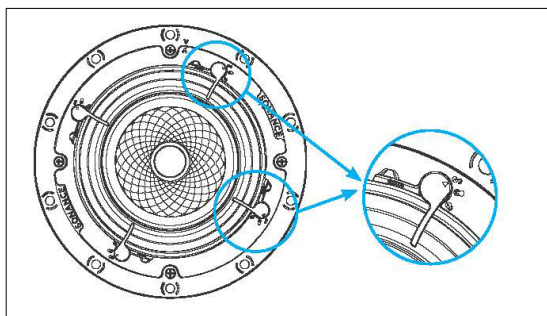

図 7: フレームから取り外す
2. スピーカーモジュールをフレームから取り外してください (図 7 参照)。